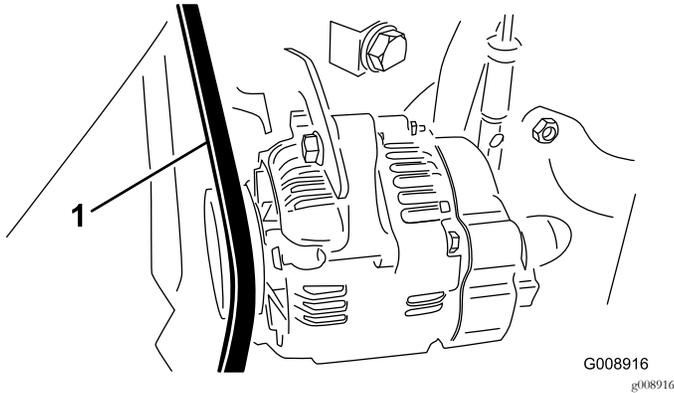

図 71
2. ベルト中央 オルタネータのプーリとクランクシャフトプーリの中間を  $30\text{N} \cdot \text{m}$   $3\text{kg} = 22\text{lb}$  の力で押してベルトの張り具合点検する 図 71。